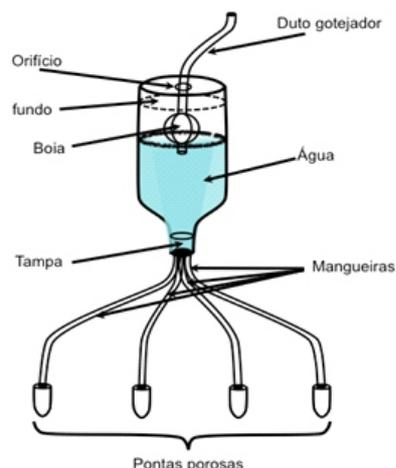

Figura 4. Distribuidor de água.
Assim, este controle por nível é feito por um dispositivo denominado de distribuidor (Figura 4), munido da boia (14) que sobe conforme a quantidade de água entregue pelo sistema. Inicialmente, quando o distribuidor encontra-se vazio e o processo se inicia, o fluxo de água vindo do sistema é máximo, pois depende da bitola dos dutos e da diferença de nível entre o recipiente (1) e a posição da boia. Com o aumento do nível da água dentro do distribuidor, a boia sobe alterando a altura do bico de saída do duto (12). Este fluxo diminui até que o duto (12) perca a escorvação.
17 - instalar a mangueira do gotejador (12) no elemento flutuador (ex: pedaço de isopor ou boia) que se encontra dentro do distribuidor. Figura 4;
O dispositivo da Figura 4 é composto por uma garrafa cortada na parte do fundo. Esta parte pode ser furada para a passagem do duto gotejador, seguido de sua conexão à boia. Esta peça se encaixa na abertura recompondo a garrafa.
Conforme a Figura 4, várias mangueiras finas, conectadas à tampa, tendo pontas porosas instaladas, têm a finalidade de entregar a água ao solo, se houver necessidade.